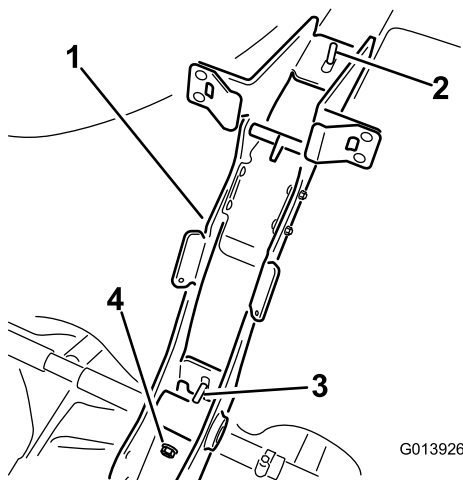

Figura 10
4. Montate un dado di bloccaggio sul bullone esposto inferiore inserendolo attraverso il telaio in modo da fissarlo alla fascetta del serbatoio (Figura 10).